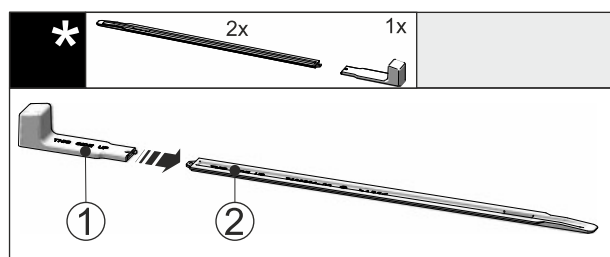

Fig. 54
► Uchwyt montażowy Fig. 54 (1) podłączyć do szyny niwelującej Fig. 54 (2).